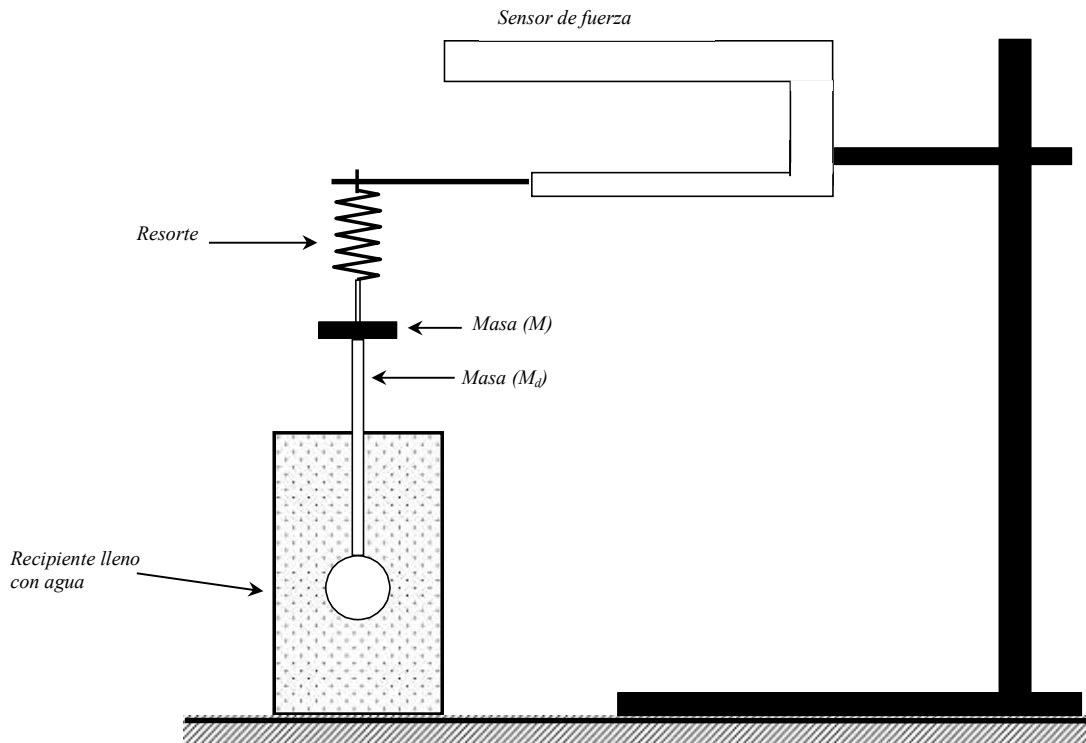

Figura 1: Montaje experimental de la masa colgada del resorte y sumergida en agua.
se muestra en la figura 1. Para analizar el problema necesitamos medir alguna magnitud relacionada con la posición (ec. 3). En este caso ¿Será posible utilizar el sensor de posición por ultrasonido que utilizamos en la clase nro7? ¿Por qué?
- a) Preparar el experimento según la figura 1.
- d) Obtener la posición en función del tiempo y analizar los datos adquiridos mediante el ajuste no lineal de la ecuación (3) de forma similar a lo realizado en la Clase nro 7. Es posible obtener la constante de amortiguación analizando solamente la amplitud. Analice si es conveniente hacer esto o directamente ajustar la dependencia de la fuerza con la posición completa.
- f) Obtener la frecuencia angular del oscilador amortiguado y no amortiguado, obtener la constante de amortiguación. Analizar las magnitudes en función de las masas según las ecuaciones (4).